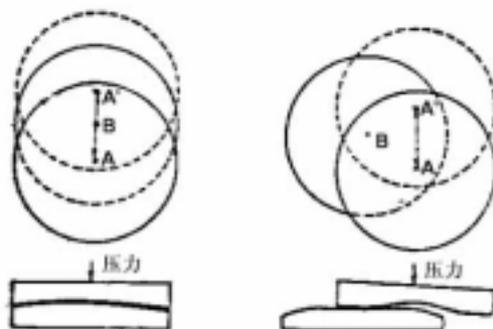

图 6
镜面在工具上来回磨动的距离（如图 6 中的 AA'）称为动程。在正常情况下约为镜面直径的 1/3 左右。这时研磨进行比较均匀，曲度的变化较慢。为了把镜面磨出曲度，就要使镜面中心的磨动速度加快。这可以采取下面两种研磨方法（图 6）：(1) 加长来回磨动的距离，如把动程增大到接近镜面的半径。(2) 使镜面的中心偏离工具的直径，即沿着工具的某一弦的方向来回磨动。后一种方法中心加深的速度较快，但形状不如前一种规则、均匀。所以磨到一定程度就更改用前一种方法继续研磨，并逐渐将动程缩短到正常的 1/3 口径的动程，使面形均匀。通常曲度不大的镜面可以直接用第一种方法磨出曲面。